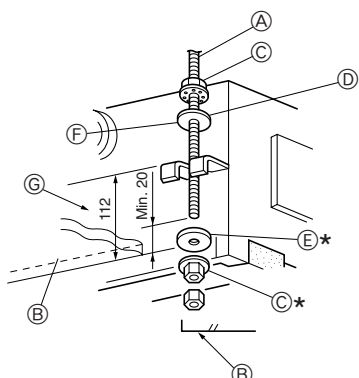

Fig. 2-7
1. Draai de ringen ① ② (bijgeleverd) en de moeren (zelf aanschaffen) van tevoren op de ophangbout. (Fig. 2-7)
* Doe dit in deze volgorde (van boven af aan): moer, geïsoleerde ring ②, ring zonder isolatie ①, twee moeren.
* Plaats de geïsoleerde ring ② met de isolatie naar beneden gericht, zoals in de afbeelding getoond.
2. Til het apparaat op zijn plaats, op de goede positie ten opzichte van de ophangbouten. Steek de beugel tussen de ringen ① en ②, die zich reeds op hun plaats bevinden en zet deze vast. Doe hetzelfde op alle vier de plaatsen.